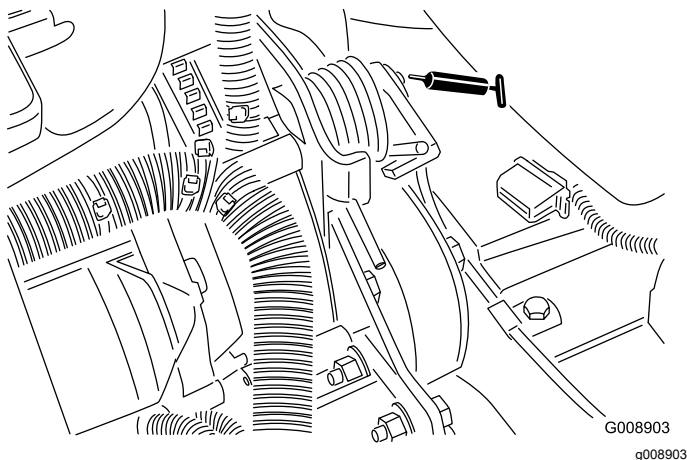

Figura 47
- Articulação da tensão da correia (Figura 47)